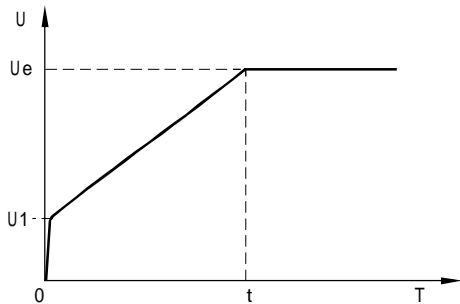

图12-2-1
- ① 代码FB设为(1电压)时为此电压起动模式。图12-2-1给出了电压斜坡起动的输出电压波形。其中 U_1 为起动时的起始电压值,当电机起动时,在电机电流不超过额定值400%的范围内,软起动器的输出电压迅速上升至 U_1 ,然后输出电压按所设定的起动参数逐渐上升,电动机随着电压的上升不断平稳加速,当电压达到额定电压 U_e 时,电机达到额定转速,旁路接触器吸合,起动过程完成。
- ② 起动时间 t 是根据标准负载在标准实验条件下所得的控制参数,PJR2系列软起动器以此参数为基准,通过控制输出电压使电机平稳加速以完成起动过程,并非机械地控制时间 t 而不论电机加速是否平稳。鉴于此,在负载较轻时,起动时间往往小于设定的起动时间,只要能顺利起动则属正常。一般而言,电压斜坡起动模式适用于对起动电流要求不严而对起动平稳性要求较高的场合。